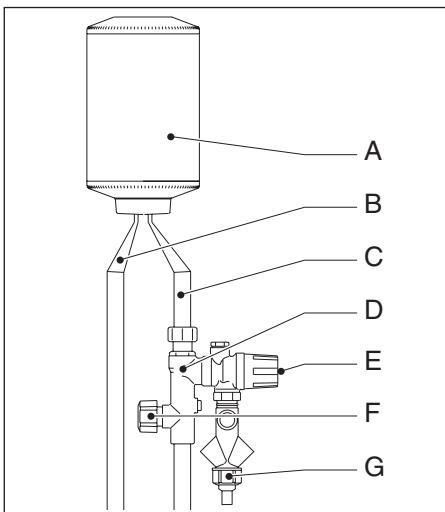

Fig. 2 Principe werking
- Sluit de stopkraan van de inlaatcombinatie (fig.2);
Controleer regelmatig of de ontlastklep (fig. 2) ongehinderd expansewater uit de boiler afvoert. Om kalkafzetting in de ontlastklep te voorkomen, dient u deze regelmatig te bedienen.